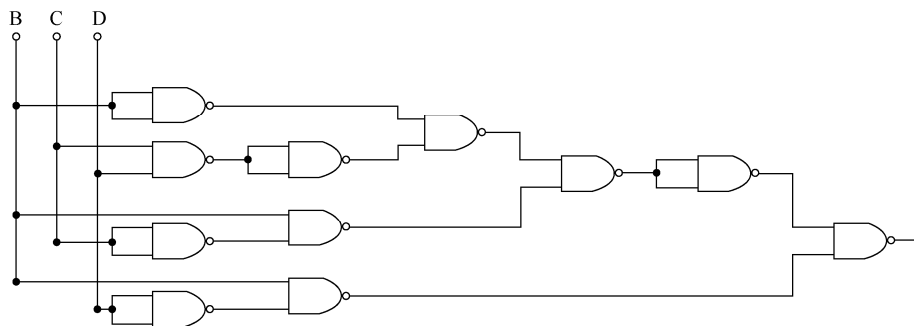

图 4.5.13 最终结果电路图
(5) 根据化简后的公式得到电路图。单击  图标, 可将表达式直接转成全部由与非门构成的电路图, 如图 4.5.13 所示。